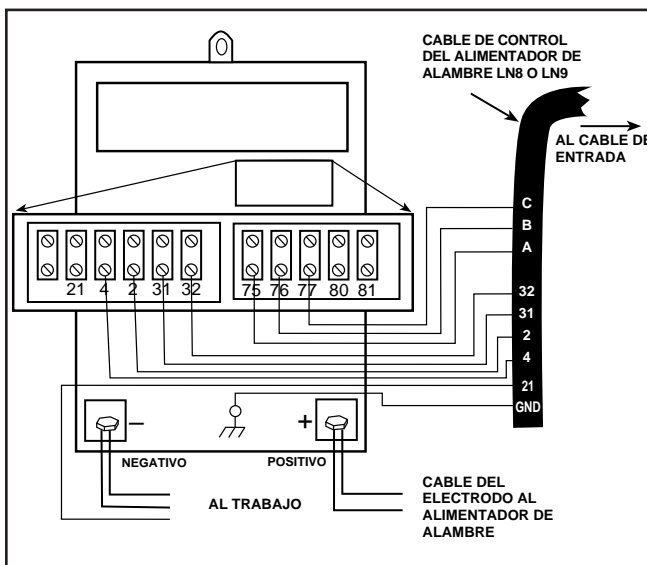

FIGURA C.6 - CONEXION DEL ALIMENTADOR DE ALAMBRE NA-5 A LA IDEALARC DC-600
3. Conecte los cables del cable de control del alimentador de alambre a la tablilla de conexiones de la IDEALARC DC-600, según se muestra en la Figura C.6.
NOTA: El diagrama de conexión de la Figura C.6 muestra al electrodo conectado para polaridad positiva. Para cambiar la polaridad: